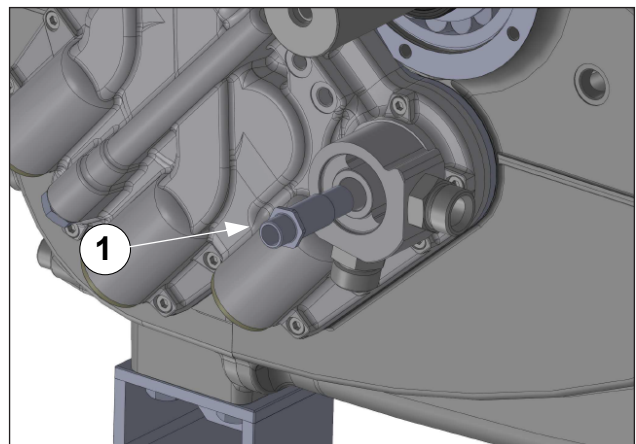

Abb. 130
Montieren Sie die Gruppe Adapter Luft-/Ölaustauscher (Pos. ①, Abb. 130) und ziehen Sie die Befestigungsschraube mit einem Drehmomentschlüssel gemäß Angaben in Absatz 3 fest.